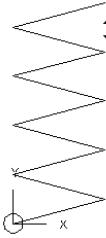

图 10-24 绘制步骤 2)
3) 单击“绘图”工具栏中的“圆”按钮 $\odot$ ，指定多段线的起点为圆心，半径为“20”，结果如图 10-24 所示。